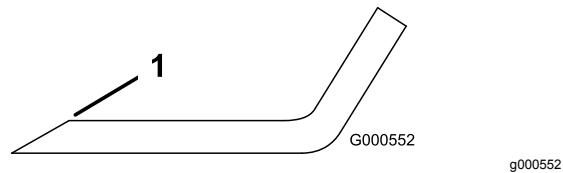
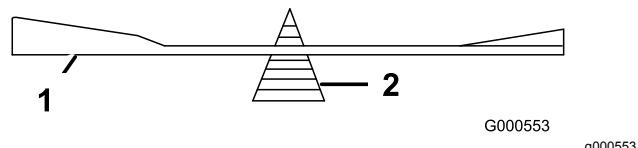

Figure 54
Figure 55
1. Au moyen d'une lime, aiguissez les tranchants aux deux extrémités de la lame (Figure 54). Veillez à conserver l'angle de coupe d'origine. Limez la même quantité de métal sur chacun des deux tranchants pour ne pas déséquilibrer la lame.
2. Vérifiez l'équilibre de la lame en la plaçant sur un équilibrEUR (Figure 55). Si la lame reste horizontale, elle est équilibrée et peut être utilisée. Si la lame est déséquilibrée, limez un peu l'extrémité de l'ailette seulement (Figure 54). Répétez cette procédure jusqu'à ce que la lame soit équilibrée.